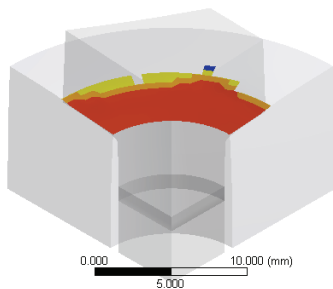
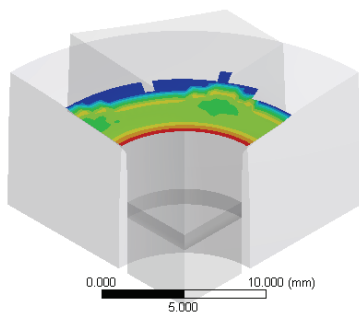

图 8-37 接触状态
图 8-38 接触压力
4) 在 Outline 树结构图 Status 上单击右键，在弹出的快捷菜单中选择 Evaluate All Results，此时进行求解，求解后得到的图形如图 8-37 和图 8-38 所示。